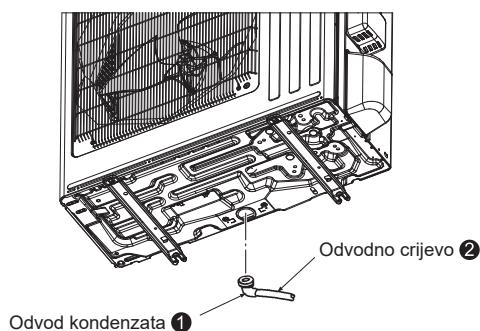

Fig. 4-1
4. Polaganje odvodnih cijevi za vanjsku jedinicu (Fig. 4-1)